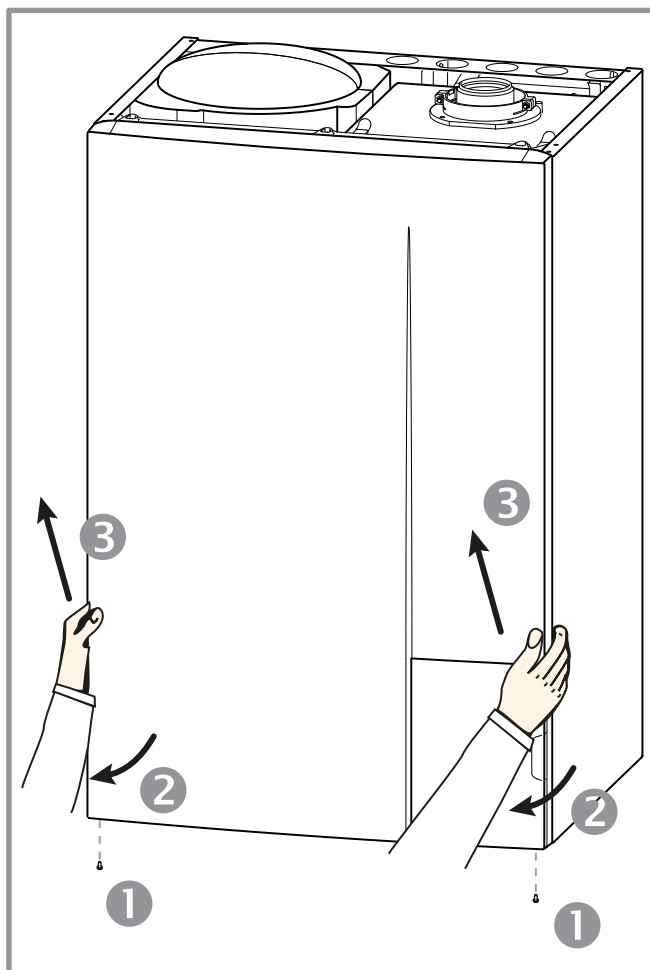

figure 30 - Dépose de la façade
- Déposer la façade (figure 30, page 43).